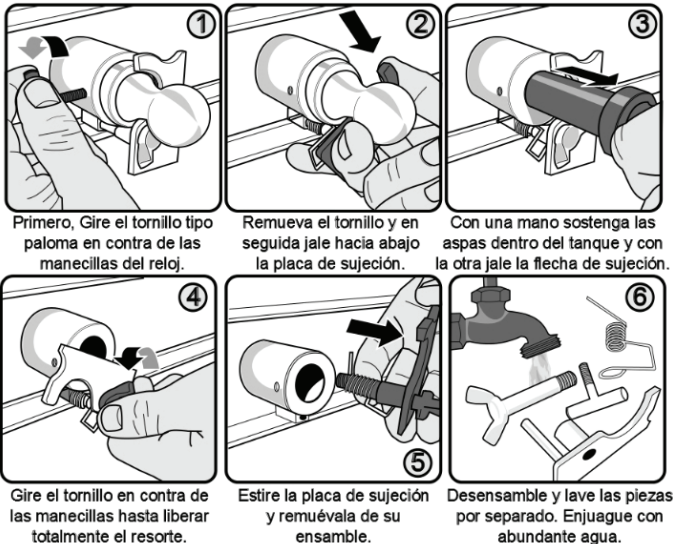

FIG. 9 PASOS PARA REMOVER Y LIMPIAR EL SISTEMA DE SUJECIÓN DE LAS ASPAS
- 1.- Quite la tuerca (7) del cabezal (2) girándola en contra de las manecillas del reloj.
- 2.- Jale el cedazo (6), la navaja (5) y el gusano (4).
- 3.- Usando ambas manos, gire la tuerca para soporte (3) y retírela. Después jale el cabezal (2) del soporte de cabezal (1).
**Cómo desensamblar la unidad de Mezclado (Es necesario liberar el sistema de sujeción, ver Fig. 9 ).**
- 1.- Afloje el tornillo tipo paloma (15) girándolo en contra de las manecillas del reloj..
- 2.- Retírelo y jale hacia abajo la placa de sujeción (12) para liberar la flecha (9).
- 3.- Usando una mano, sostenga las aspas (8) dentro del tanque y con la otra mano jale por completo la flecha soporte (9) del ensamble. **¡IMPORTANTE: Nunca jale la flecha soporte sin sostener antes las aspas (8), de lo contrario, las aspas se podrían caer dentro del tanque golpeando y dañando el equipo.**
- 4.- Retire las aspas (8).
- 2.- Abra la tapa del tanque (19).
- 3.- Remueva y limpie las aspas y su sistema de sujeción (Ver Fig. 9).
- 5.- Limpie bien entre las uniones y las cavidades de los empaques (10) y (11) para evitar que los restos de carne alojados se lleguen a podrir creando condiciones insalubres.